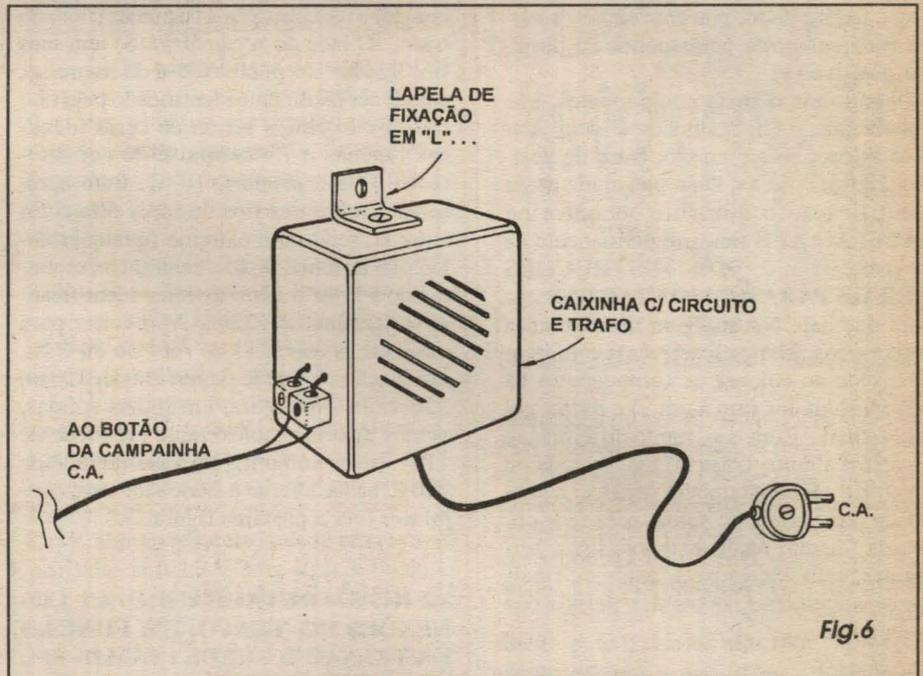

Fig.6
- FIG. 6 - SUGESTÃO PARA A CAIXA DA CAFIFO... - Até para efeito de evitar conflitos estéticos com a eventual decoração já existente no interior da residência, no aposento onde será fixada a caixa da CAFIFO, esta deverá ser simples, elaborada conforme a sugestão, de preferência em cor externa clara e neutra (cinza, como é comum em alguns dos *containers* padronizados encontráveis no varejo...). A placa, o trafo e o falante devem ser internamente fixados com parafusos, porcas, adesivo forte, etc., sendo que na parte frontal à posição internamente ocupada pelo alto-falante devem ser feitos furos ou frestas para a saída do som... Uma pequena lapela, em "L", poderá ser anexada à parte superior (*fundo*) da caixa, para posterior fixação na parede, com parafuso e bucha plástica... Numa das laterais poderá ficar a conexão entre os pontos B-B da placa e o cabinho paralelo que vai ao botão da campainha... Aqui vale um lembrete: o volume de som da CAFIFO é fixo, não muito baixo, porém também sem exageros... Quem quiser um rendimento sonoro maior poderá, simplesmente, acondicionar o circuito e demais peças numa caixa mais ampla, aumentando também o tamanho do